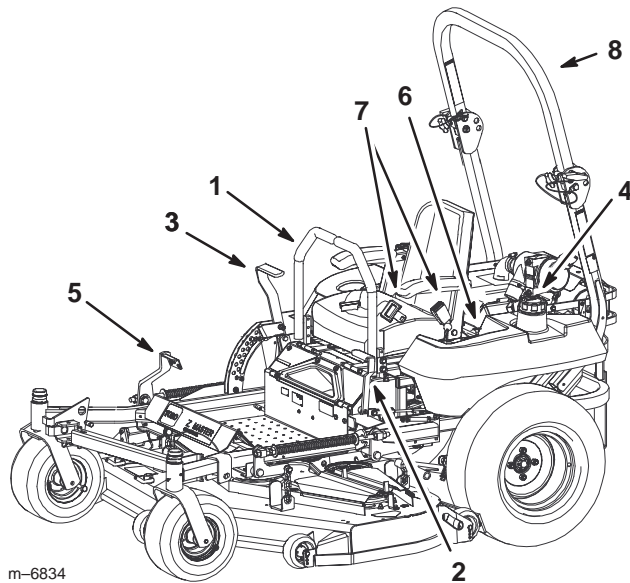

Figure 7
Avant de mettre le moteur en marche et d'utiliser la machine, familiarisez-vous avec toutes les commandes (Fig. 7 et 8).
1. Mettez les leviers de commande de déplacement (Fig. 7) en position de verrouillage du point mort.